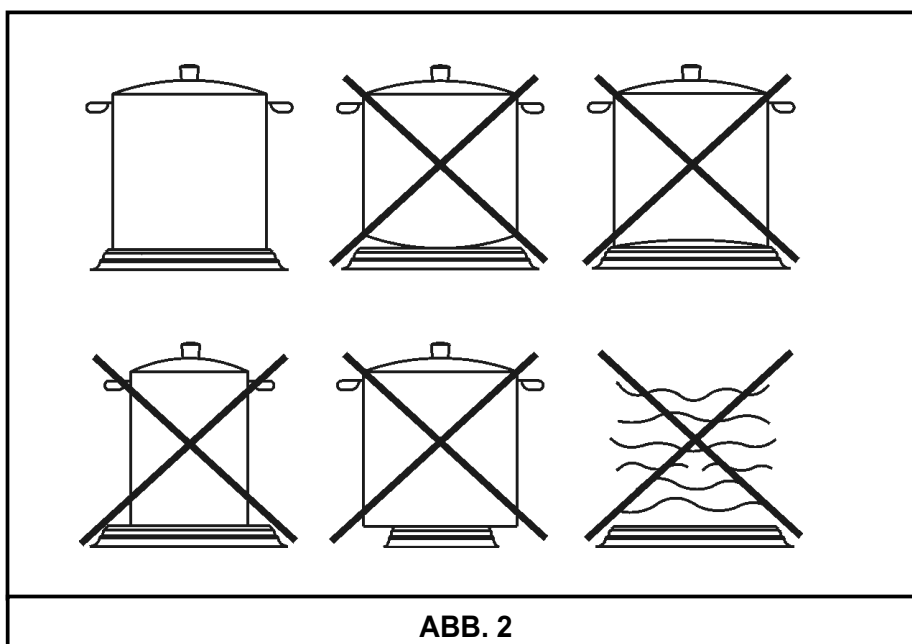

ABB. 2
- Töpfe mit flachem und dickem Boden verwenden (siehe Abb. 2).